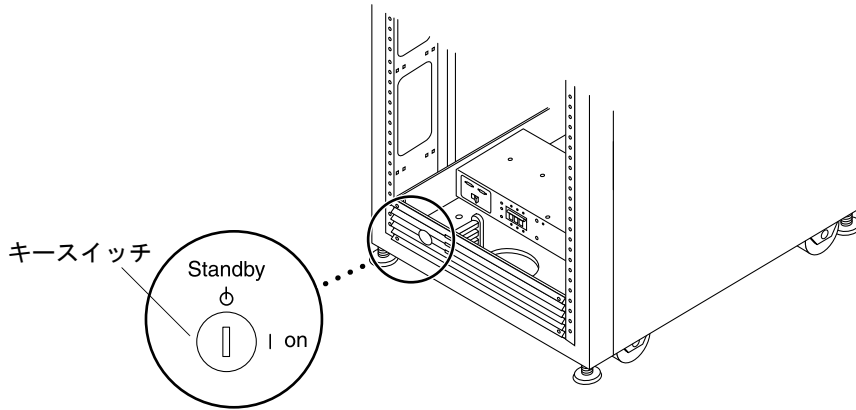

図 B-7 下部正面パネルのキースイッチの位置
3. ベース拡張キャビネットと拡張キャビネットの正面下側パネルのキースイッチが「Standby」位置になっていることを確認します (図 B-7)。